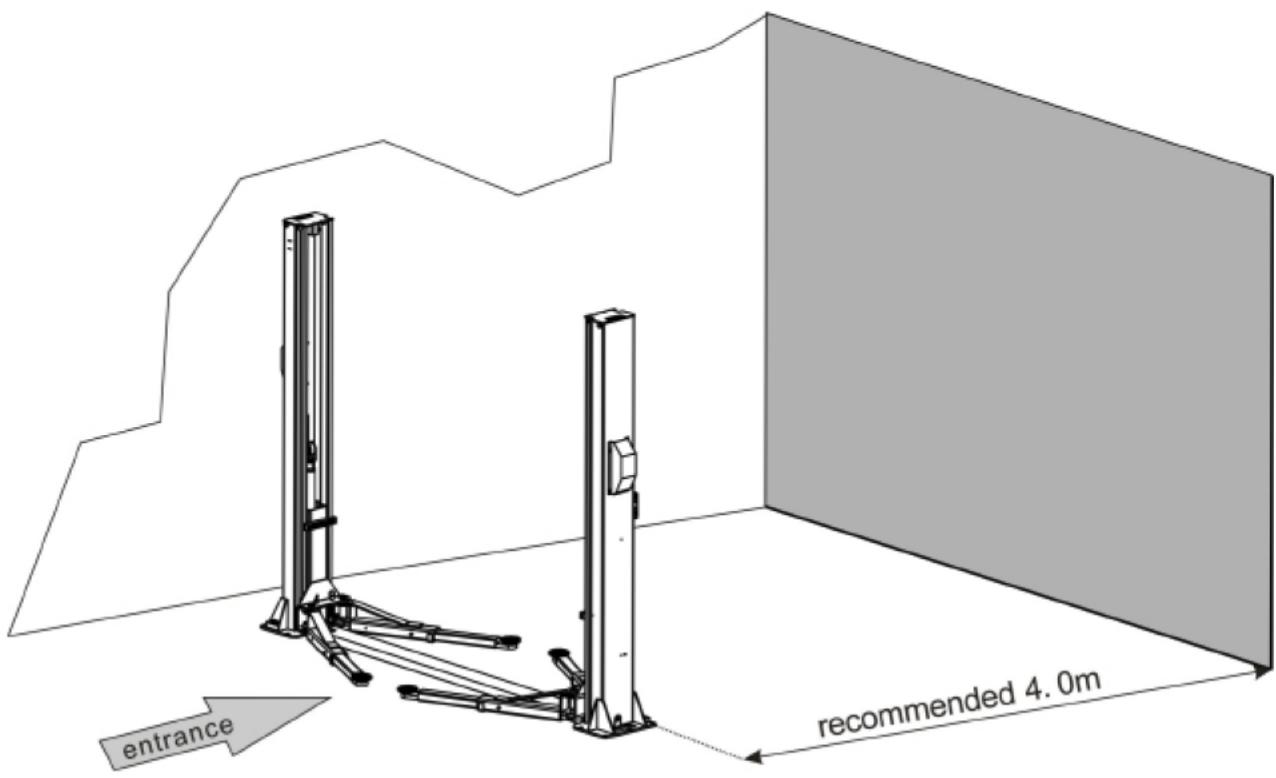

Bild 8
- Fram- och baksidan på lyften ska ha tillräckligt utrymme för att få plats för alla fordon (bild 8). (från mittlinjen, varje kant cirka 4 m)